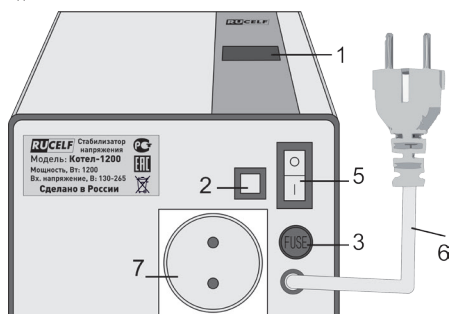

Рис. 1. Органы управления стабилизатора
- Включить вилку питания прибора в розетку сети 220 В (рис.1, п. 6)
- Включить изделие выключателем, (рис. 1, п. 5)
- На дисплей (рис. 1, п. 1) пойдет отсчет времени 5 сек после чего отобразится выходное напряжение
- Выключить изделие выключателем (рис. 1, п. 5), подключить потребитель в сетевую розетку стабилизатора (рис.1, п. 7)
- Включить изделие выключателем (рис. 1, п. 5).